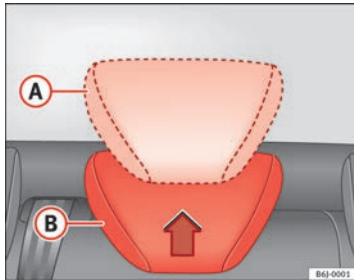

Abb. 5 Kopfstützen hinten einstellen
- Erhöhte Position oder Gebrauchsstellung (A) ⇒ Abb. 5. In dieser Position gleicht die Kopfstütze einer konventionellen Kopfstütze und schützt den Insassen auf dem Rücksitz in Verbindung mit dem Sicherheitsgurt.
- Außergebrauchsstellung (B) ⇒ Abb. 5. In der Außergebrauchsstellung wird die Sicht des Fahrers verbessert.